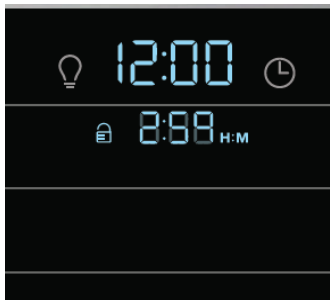

Figure 33 : Cycle de nettoyage en cours
4. Pendant le cycle de nettoyage, l'heure du jour reste affichée et le temps restant du cycle de nettoyage est également actif. (Figure 33)